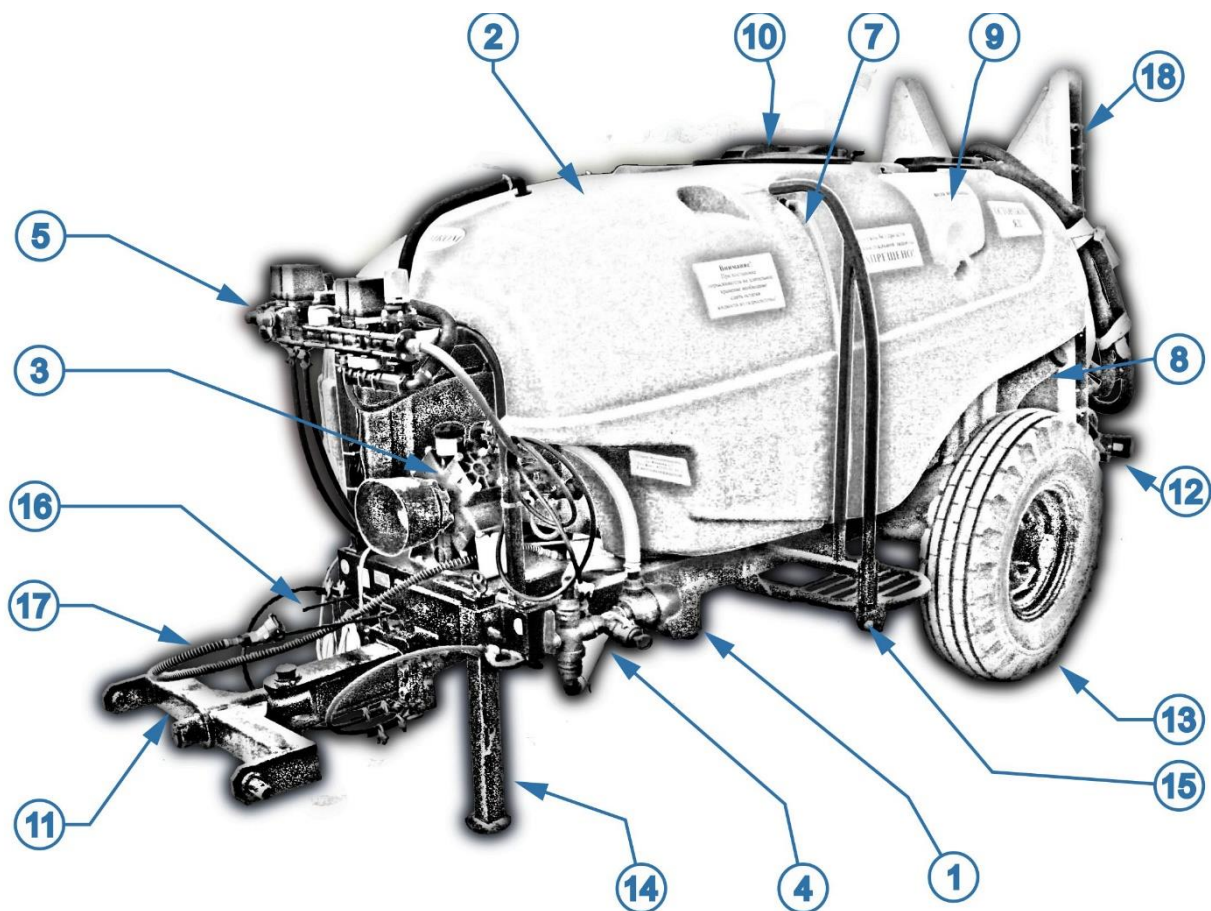
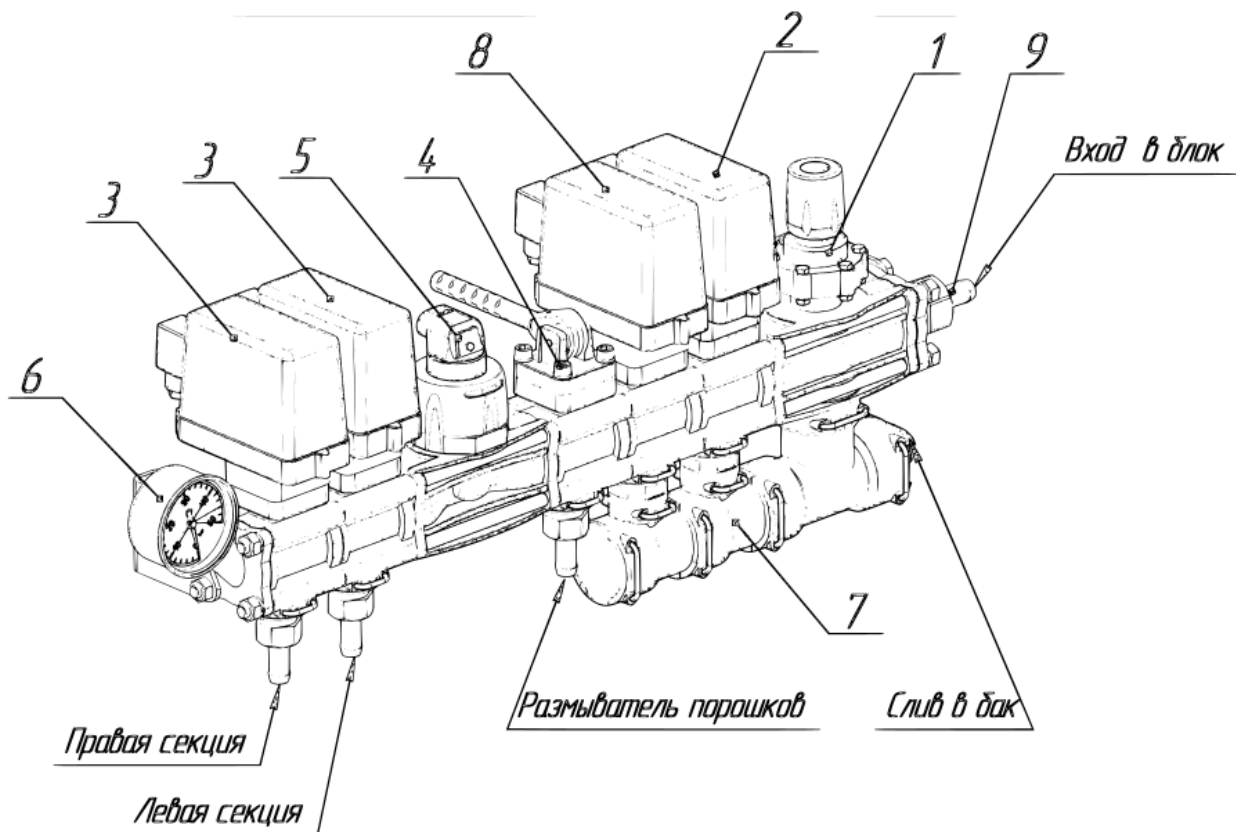

Рис. 1. Опрыскиватель ОВС-2000К(А) (вид спереди).
Рис. 3 Блок регулировки давления жидкости.
Общее устройство опрыскивателя показано на рис. 1 (а-в), а основных узлов – на рисунках 2-4.
Опрыскиватель состоит из рамы 1 (рис.1), бака для рабочей жидкости 2, мембранно-поршневого насоса 3, блока 5 автоматического поддержания расхода жидкости под управлением компьютера BRAVO 180S, фильтра 4 линии всасывания с блоком распределения. Рама оборудована подножкой 15. На раме с помощью болтового соединения устанавливается вентиляторная приставка 18, состоящая из осевого вентилятора 32, воздухораспределителя 31 и узлов распыла. Привод вентилятора можно отключить с помощью рукоятки 34.
1 - рама; 2 - бак основной; 3 - насос; 4 - фильтр с блоком переключения (рис. 1а); 5 - блок регулировки давления; 7 - указатель уровня жидкости; 8 - бак дополнительный; 9 - бак для мытья рук; 10 - крышка основного бака; 11 - дышло поворотное; 12 - фонари задние; 13 - колеса; 14 - опора регулируемая; 15 - подножка; 16 - привод стояночного тормоза; 17 - рукав пневмопривода тормозов; 18 - вентиляторная приставка (рис. 16).
Рис. 1а. Фильтр с блоком переключения.
31 – кожух; 32 – вентилятор осевой; 33 – коллектор линии нагнетания; 34 – рукоятка включения привода вентилятора; 35 – узел распыла (рис. 1в).
Рис. 1в. Узел распыла.
Блок рис. 3 представляет собой конструкцию состоящую из ручного предохранительного клапана 1, пропорционального клапана 2, трёх секционных клапанов (первый из них (8) играет роль главного клапана), ручного секционного клапана 4 запитки размывателя порошков, лопастного расходомера 5, манометра 6 для визуального контроля давления в системе. Излишки жидкости, сливаемые с предохранительного, пропорционального и главного клапанов собираются в единый канал- дренаж 7, и направляются в бак.
Включается и отключается компьютер Bravo180S кнопкой 7 «Esc» (рис. 3а). Тумблер 1 управления главным клапаном обеспечивает общее включение или отключение подачи жидкости к вентиляторной приставке. Тумблеры 2 обеспечивают управление подачей жидкости к секционным клапанам и коллекторам вентиляторной приставки. Тумблер 4 управления пропорциональным клапаном в режиме «М» - ручной позволяет плавно изменять норму внесения жидкости, а в режиме «А» - автоматический - ступенчато на 10% . Переключение режимов работы опрыскивателя осуществляется кнопкой 5.
При включении ВОМ трактора поток мощности передается на вал насоса и входной вал вентиляторной приставки (вал насоса - сквозной). При установке рукоятки включения вентилятора 34 (рис.1), в «нейтральное» положение, вентилятор не вращается. Жидкость засасывается из бака 2 через фильтр 22 и подается к блоку регулировки давления 5, который сбрасывает часть жидкости обратно в бак, а остальную направляет к рабочим органам- узлам распыла. Давление жидкости изменяется с помощью компьютера. Отключить подачу жидкости к распылителям можно с помощью тумблеров 2 на блоке управления Bravo180S (рис. 3а) или тумблером 1 управления главным клапаном. Для включения в работу вентилятора необходимо отключить привод ВОМ и перевести рукоятку привода 34 (рис.1 б) в рабочее положение. Вентилятор оснащен обгонной муфтой.